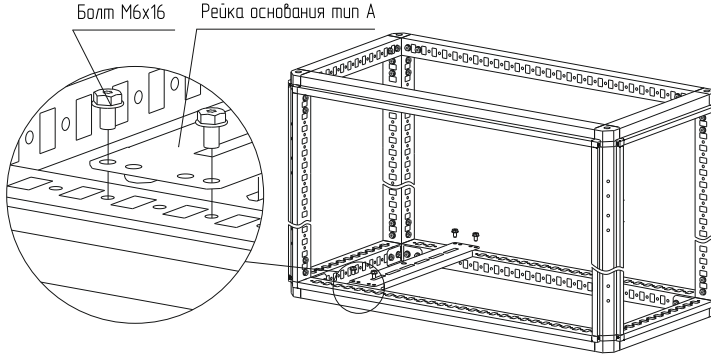

Рисунок 31
4.17.2 Установите рейку на несущие профили основания или крыши на нужной ширине или глубине и закрепите болтами М6х16 (рисунок 31). Момент затяжки – 7 Н·м. Болты приобретаются отдельно.